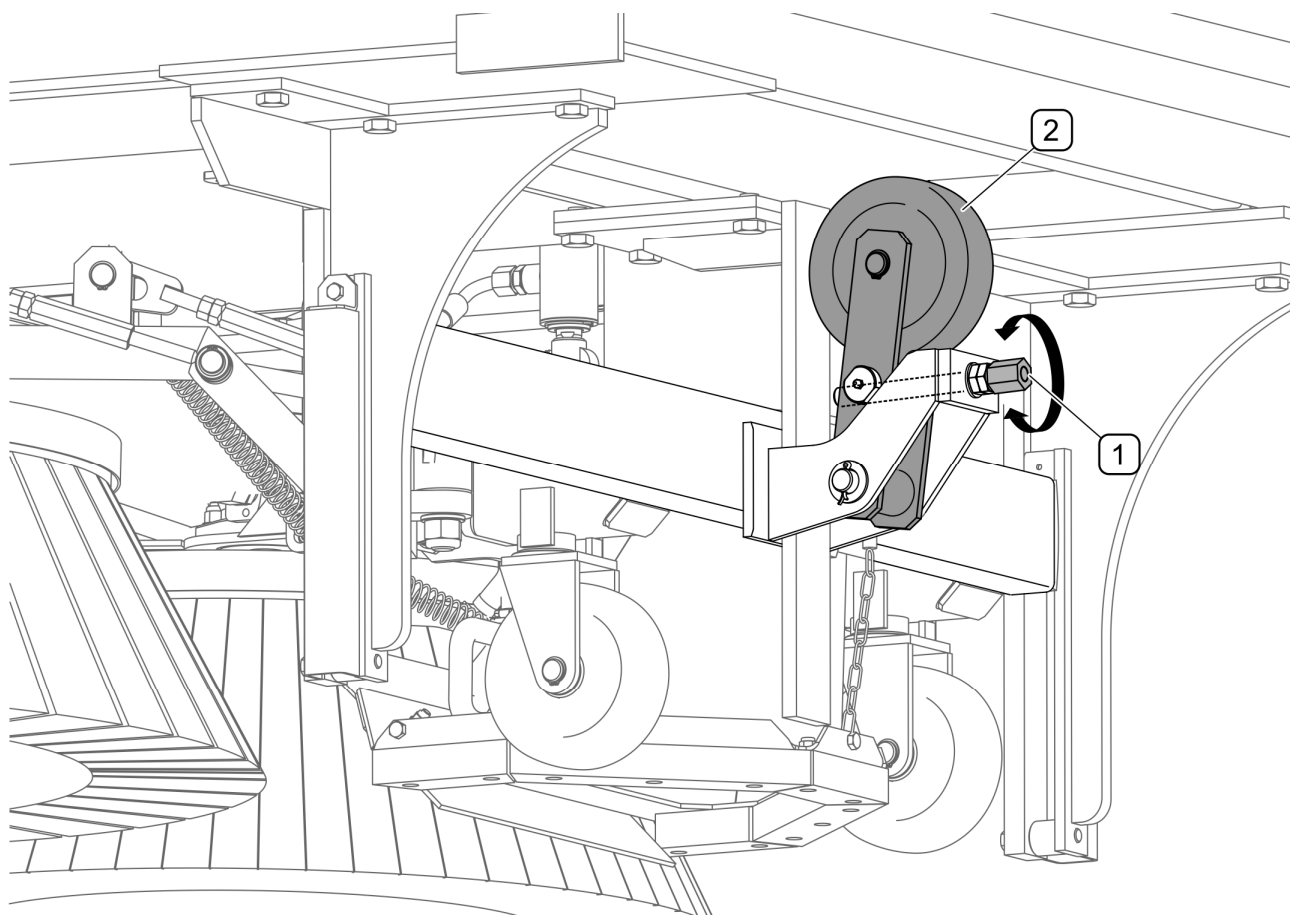

РИСУНОК 5.6 Нівелювання підмітального агрегату (вид знизу машини)
- 1) Нівелювання підмітального агрегату (РИСУНОК 5.6)
(1) - регулювальний гвинт; (2) - опорне колесо
Підмітальний агрегат спочатку треба розташувати горизонтально (РИСУНОК 5.6), регулюючи опорне колесо (2). Регулювання здійснюється закручуванням або відкручуванням регулювального гвинта (1).